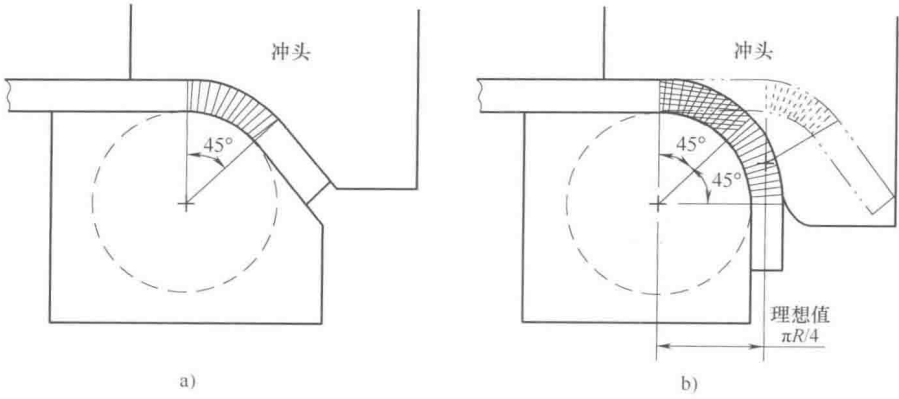

图 3-116 向下成形的预折和终折
① 向下成形：分预折和终折两个步骤，如图 3-116 所示。